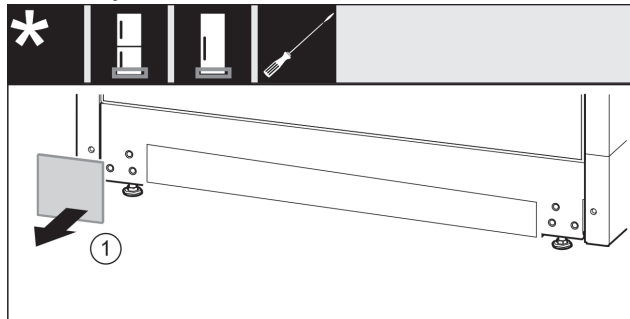

Fig. 24
- ▶ Skinite pokrov. Fig. 24 (1)